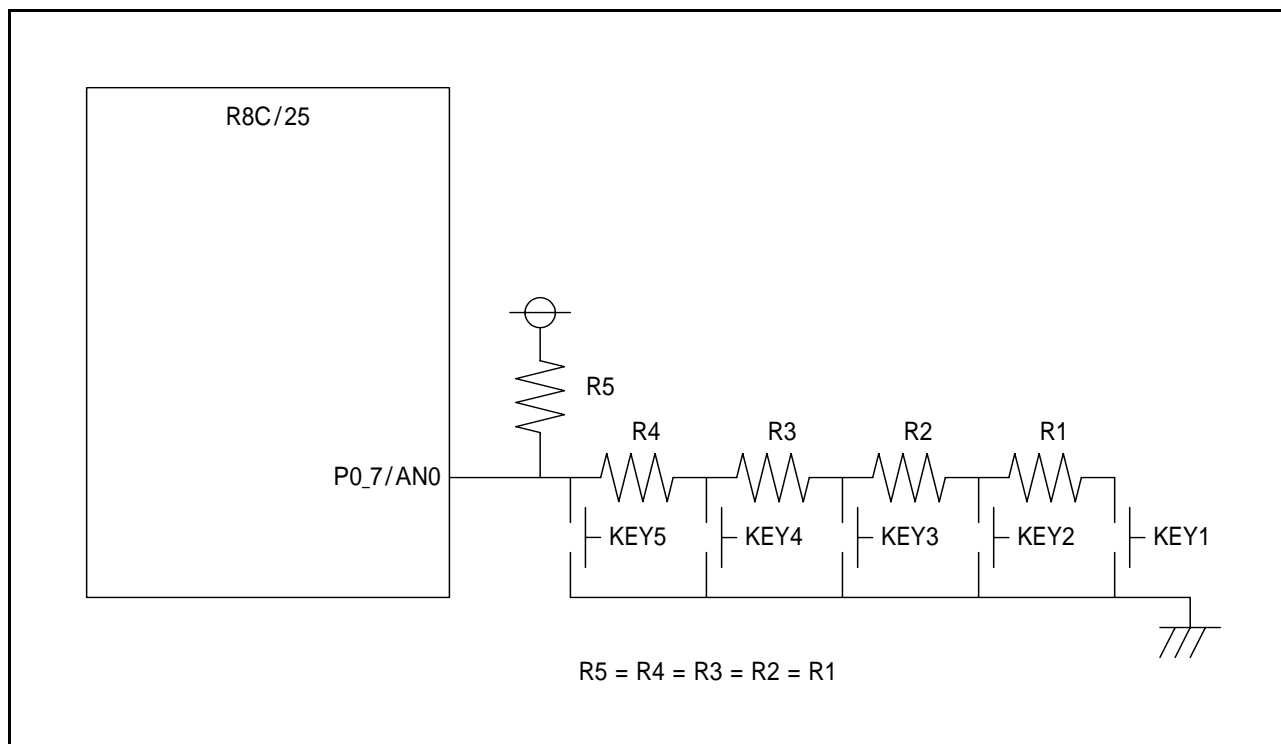

図 3.1 キー入力
- (1) アナログ入力はP0_7/AN0端子を使用します。図 3.1に示すように複数のキーと抵抗を接続し、押されたキーにより、P0_7/AN0端子に印加される電圧が変化するように構成します。
- (2) A/D動作モードは単発モード、ADの周波数はf2、分解能10ビットを選択します。
- (3) A/D変換結果を5msごとに行います。5msの測定にはタイマRAを使用します。
- (4) A/D値が確定したとき、変数 ad_fix を使用して、どのキーが押されたかを特定します。キーコードは2回一致で確定します。前回確定したキーコード (last_ad_key) と今回確定したキーコードを比較し、一致すればad_key_codeにキーコードを設定します。表 3.1にキーの判定に用いる値とキーコードを示します。